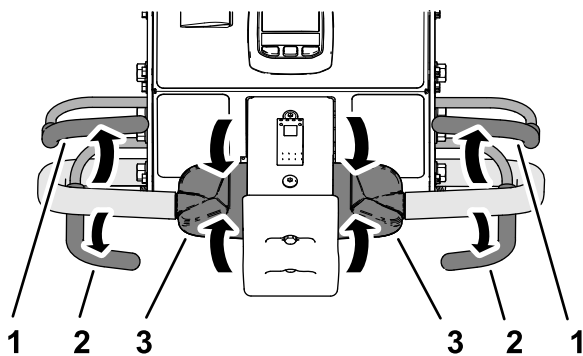

図 86
1. エアレーション中の場合はエアレーションベイル 図 86 から手を放してコアリングヘッドを上昇させる **コアリングヘッドを上昇させるには (ページ 45) を参照。**